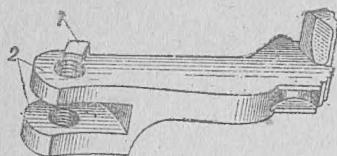

Рис. 10. Дверца:
**12. Дверца** (рис. 10) служит для открывания и закрывания камор барабана и для ограничения поворота барабана в правую сторону.